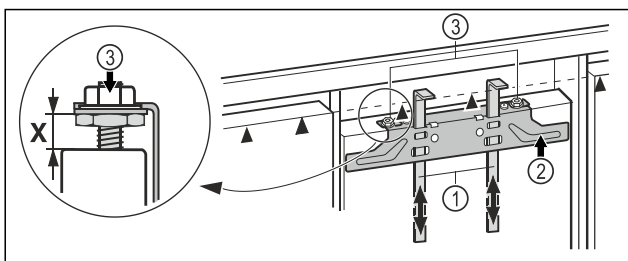

Fig. 18
- Schuif de montagehulp Fig. 18 (1) tot op de hoogte van de meubeldeur. Onderste aanslagkant ▲ van de montagehulp = bovenrand van de te monteren meubeldeur.
- Bevestigingstraverse Fig. 18 (2) middels de borgmoeren Fig. 18 (3) losschroeven.